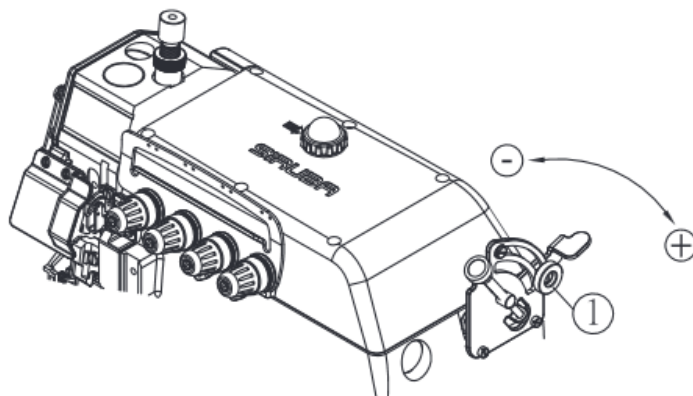

Fig. 46 / Fig. 46
1. Ослабьте регулировочную ручку ①, ход будет больше при повороте ручки по часовой стрелке. В обратном направлении поворота ручки – ход снижается. (Рис.46)